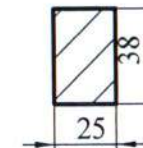

Рис.5
4.6 Выполнить отверстия в удобном для водителя месте для установки переключателей управления ЭСП (см. рис.5).